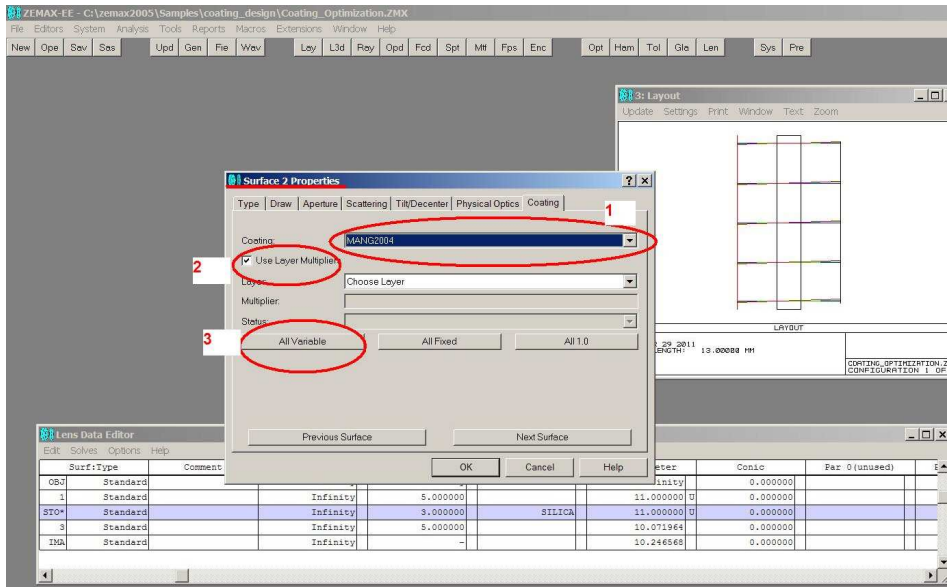

图 4
- 1) 设置第 2 面为 mang2004 镀膜；2) 选中 Use Layer Multiplier；3) 选择 All Variable 使所有膜层物理厚度成为变量，如图 4。